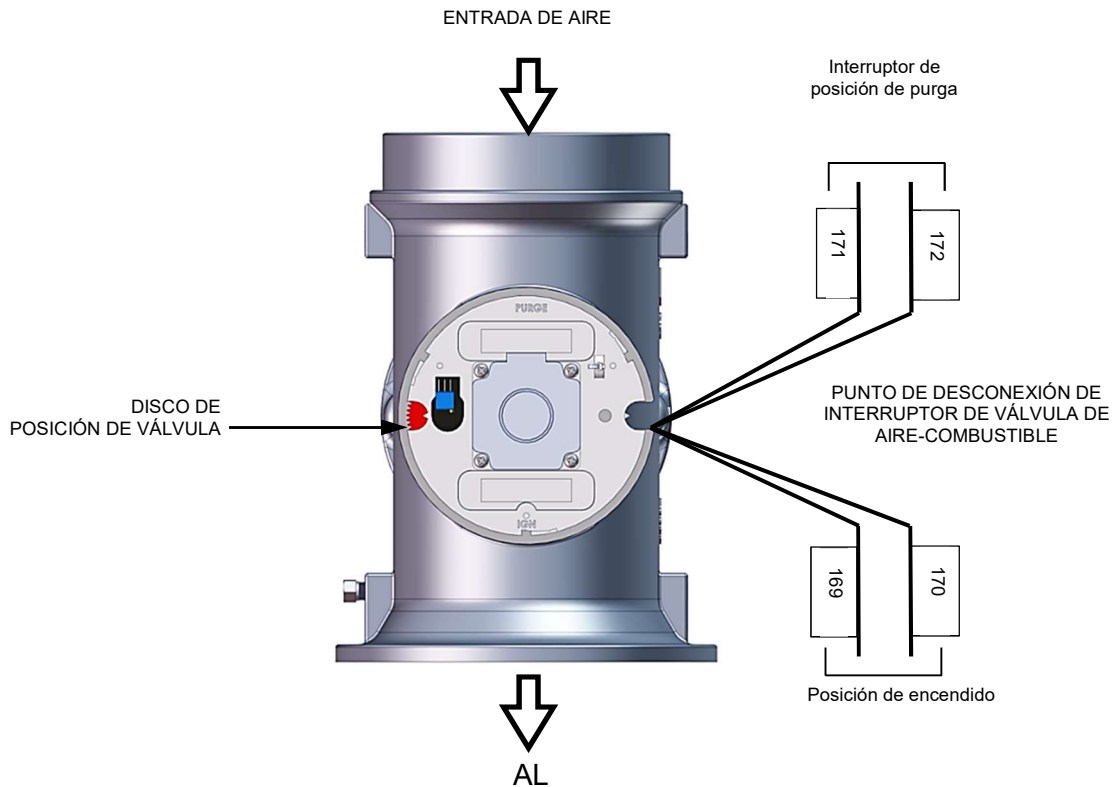

Figura 5-8: Ubicaciones de los interruptores de purga y encendido de válvula de aire-combustible
3. Retire uno de los dos cables (#171 o #172) del interruptor de **Purga** (Figura 5-8).
4. Retire uno de los dos cables (#169 o #170) del interruptor de **Encendido** (Figura 5-8).